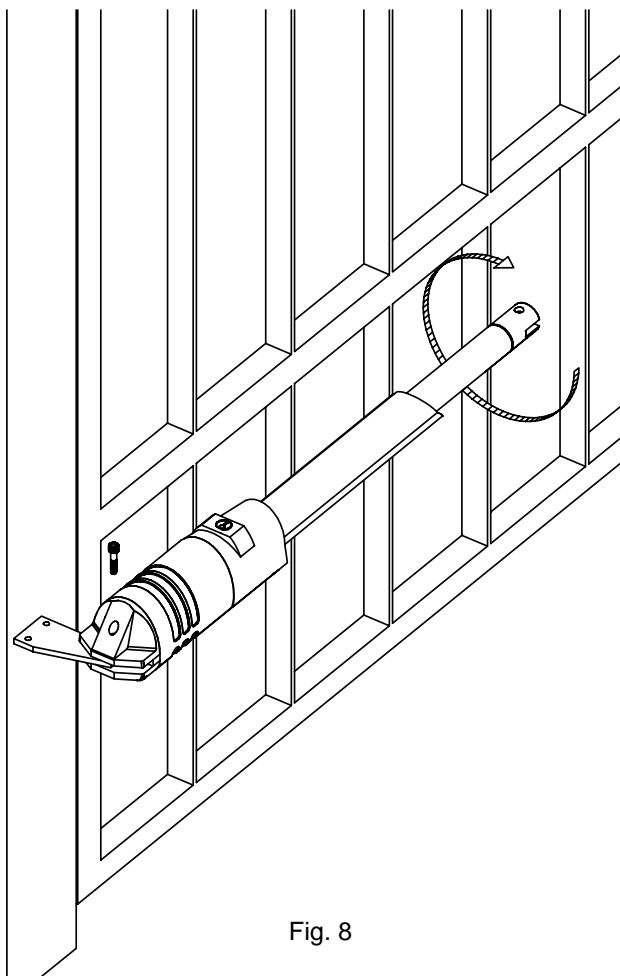

Fig. 8
- ① 1. ancorare l'attuatore alla staffa grande usando con la vite in dotazione (vedi Fig. 8)
- Ⓓ 1. Den Kolbentorantrieb an dem großen Bügel verankern; dazu die sich in der Ausstattung befindliche Schraube verwenden (siehe Abb. 8).
- Ⓔ 1. anchor the actuator to the large bracket using the screw provided (see Fig. 8)
- Ⓕ 1. Fixer l'actionneur à la grande patte en utilisant la vis fournie (voir Fig. 8)
- Ⓖ 1. sujetar el accionador a la brida grande mediante el tornillo en equipamiento (ver la Fig. 8)